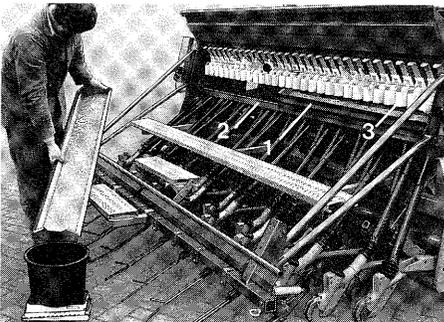
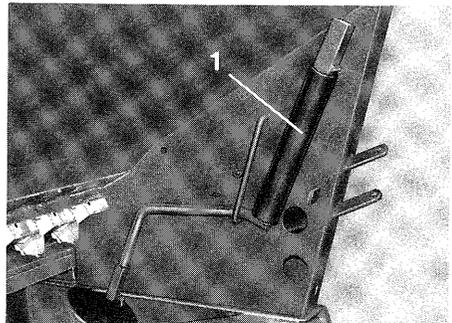

Fig. 52
Fig. 53
- Placer les augets d'étalonnage (fig. 52/1) sur la barre porte-entonnoirs (fig. 52/2).
- Introduire la manivelle (fig. 53/1) dans le logement de l'arbre intermédiaire et faire tourner la manivelle jusqu'à ce que le grain sorte de tous les carters de distribution (fig. 52/3).
La manivelle (fig. 53/1) est fixée sur la paroi latérale gauche du semoir en-dessous de la trémie.
- Peser la quantité de grain recueillie (fig. 52) dans les augets d'étalonnage au cours du contrôle de débit.